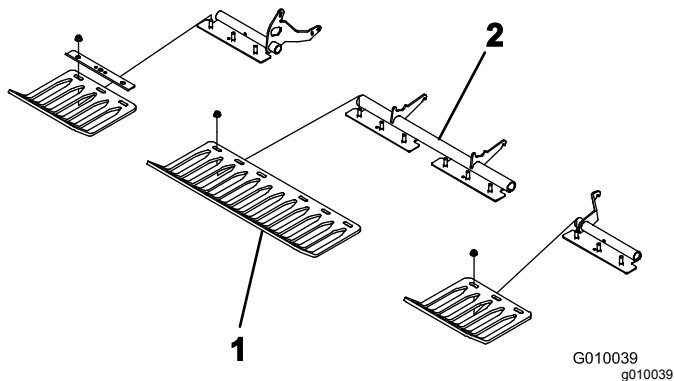

図 24
4. ターフガードブラケットにターフガード 4 本を仮止めする全部で 12 本のフランジナットを使用 図 24。この時点ではまた本締めしないこと。
注 ターフガードクランプとフランジナットはターフガードブラケットに取り付けて出荷されています 図 24